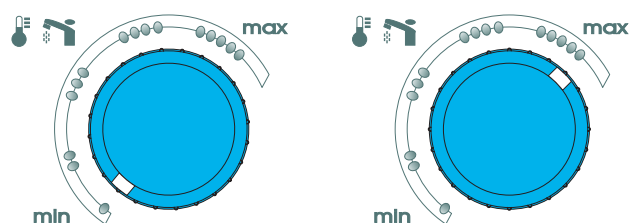

Рис. 12
Вы можете изменять температуру воды с помощью (22) регулятора в диапазоне между отметками min и max (рис. 12)